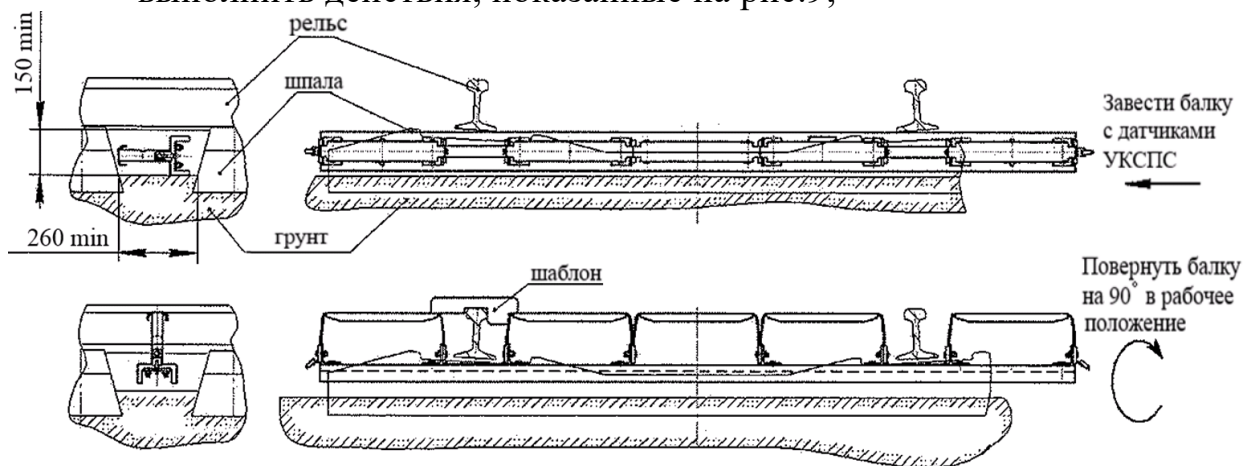

Рис.9. Установка балки УКСПС с датчиками
- выполнить действия, показанные на рис.9;